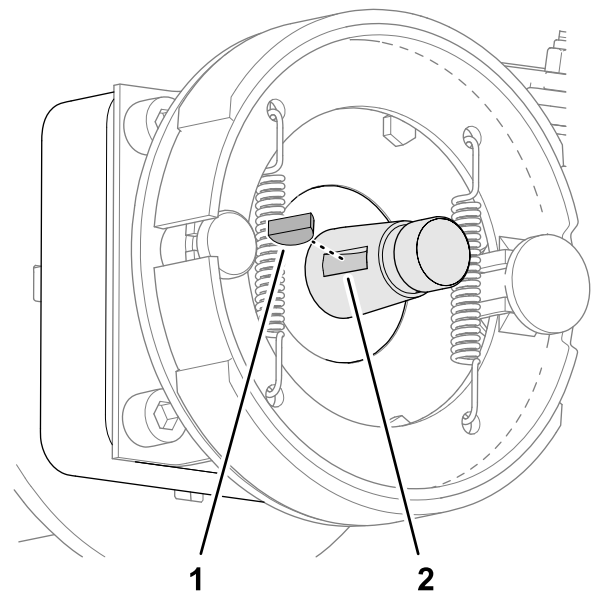

図 73
2. ホイールモータのシャフトに半月キーを取り付ける図73。